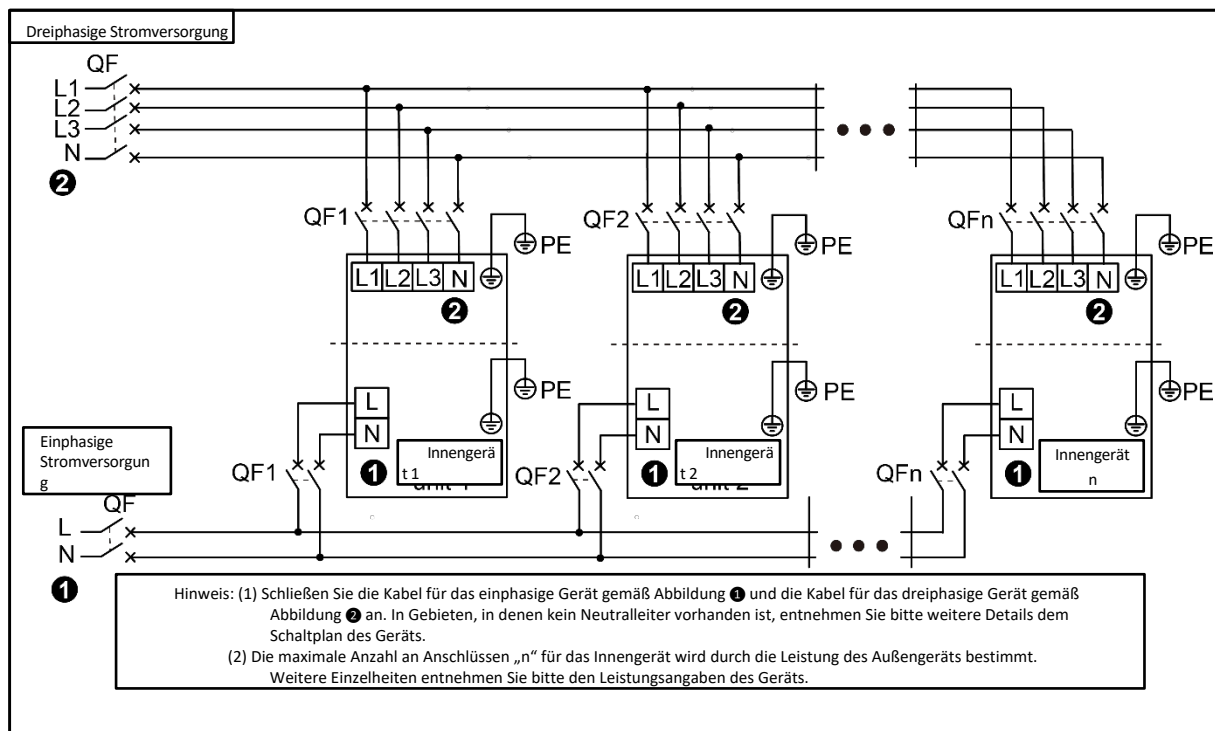
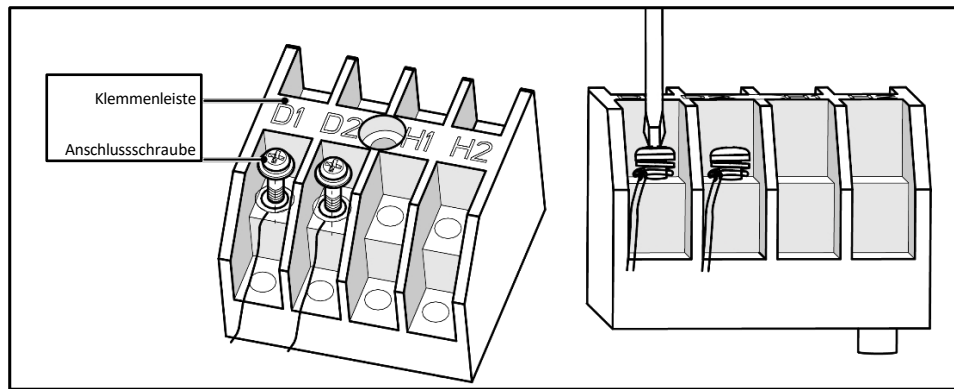

Abb. 5.2
Abb. 5.3.1
- ① Nehmen Sie die Abdeckung des Schaltschranks ab.
- ② Führen Sie das Netzkabel durch die Kabeldurchführungen.
- ③ Schließen Sie die Drähte wie in Abb. 5.2 gezeigt an.
- ④ Befestigen Sie das Netzkabel mit einer Kabelklemme.
- ① Entfernen Sie die Abdeckung des Schaltschranks.
- ② Führen Sie das Kommunikationskabel durch die Kabeldurchführungen.
- ③ Schließen Sie das Kommunikationskabel an die Klemmen D1 und D2 der 4-Bit-Innenverdrahtungsplatine an, wie in Abb. 5.3.1 dargestellt.